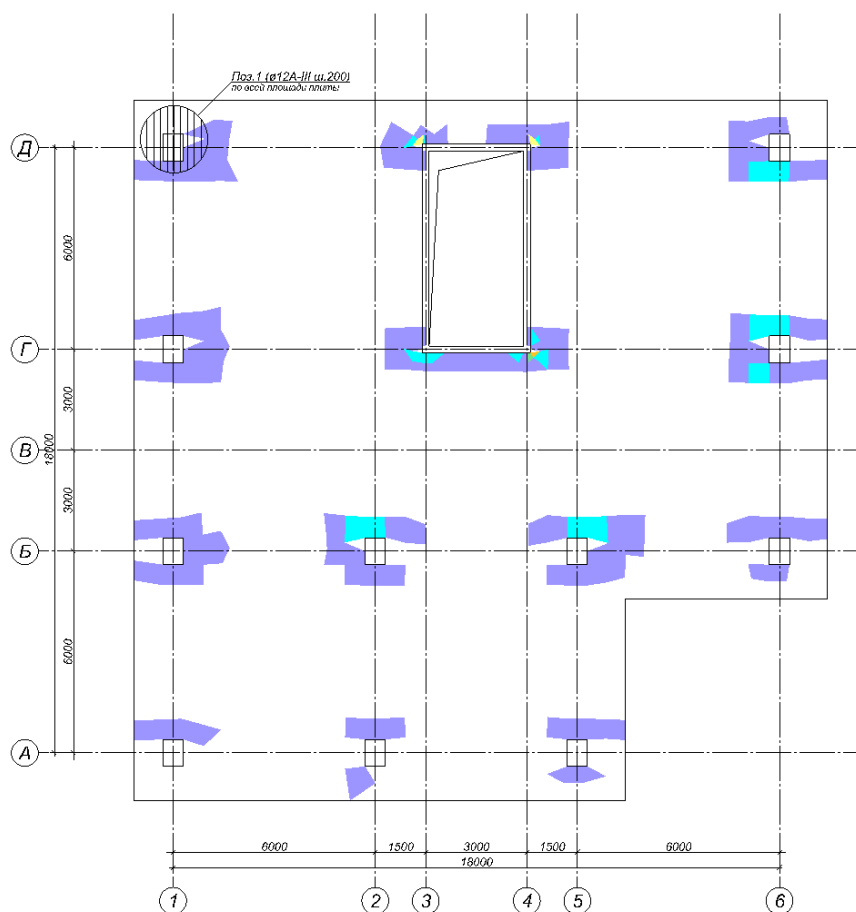

Рис.23.44. Мозаика площадей армирования у верхней грани плиты вдоль оси Y.
- Опалубочный чертеж плиты перекрытия с результатами армирования в виде мозаики будет выглядеть следующим образом (рис.23.44)